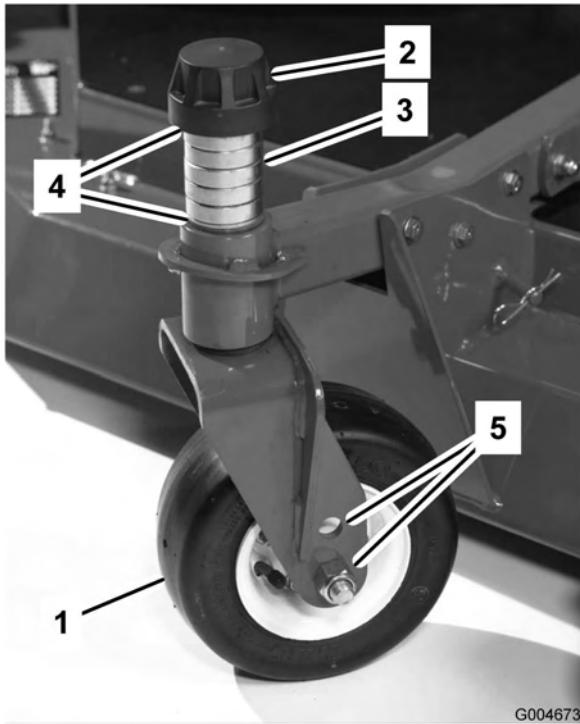

Figura 86
- Retire el casquillo tensor del eje y deslice el eje fuera del brazo de la rueda giratoria (Figura 86). Vuelva a colocar los suplementos, según sea necesario, para elevar o bajar la rueda giratoria y obtener la inclinación correcta de la unidad de corte.